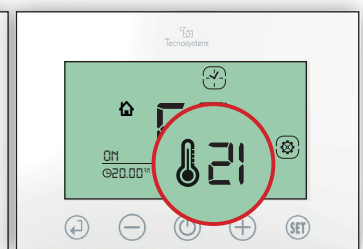

Fig.38
- 3.4 Impostare la temperature desiderata per la fascia F3 (es. 21°C) e confermare con  (Fig.38)